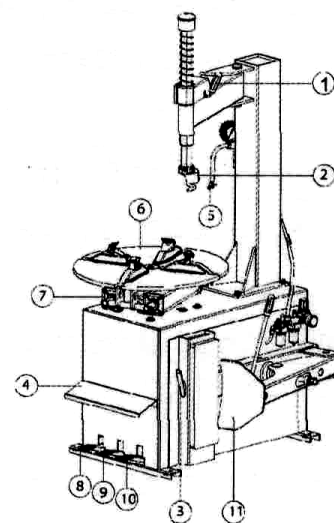

Рис. 1
2.1. Устройство полуавтоматического станка с простой блокировкой (рис. 1.)